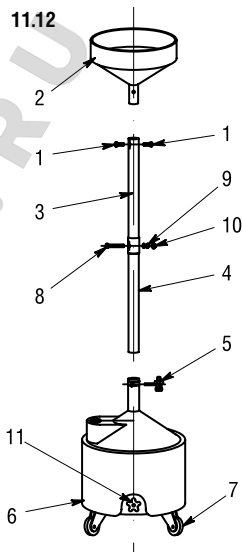

Рисунок 1
**ВНИМАНИЕ!** Производите сборку маслосборного бака согласно схемам, приведенным на рис. 1.